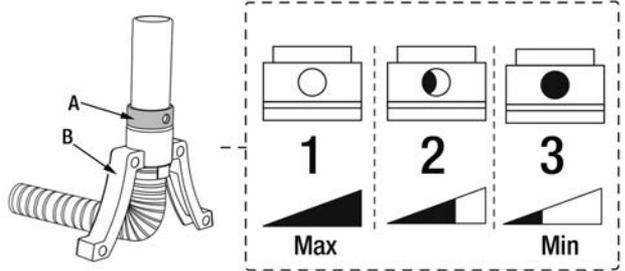

FIGURE 12
1. La capacité de débit d'air (puissance d'aspiration) peut être contrôlée à l'aide de la bague de réglage (A) Fig.12 qui se trouve sur le raccord du boyau de collection de poussière, tel que montré.
2. Si vous souhaitez ranger la Ponceuse à cloisons sèches complètement assemblée, placez-la à l'envers sur le support (B) Fig.12 du boyau de collection de poussière afin d'éviter d'endommager le patin de ponçage, la brosse et le boyau de collection.